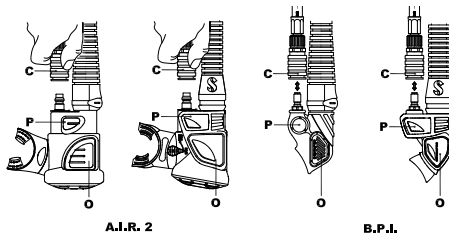

fig. 6
Inflatorul va permite sa va umflati vesta folosind aer din butelie. Furtunul LP infiletat intr-un port LP la treapta I a detentorului, si conectat la inflator prin conexiunea de cuplare rapida, aceasta din urma se poate face sub presiune sau fara. Cuplarea conexiunii de decuplare rapida (fig. 6 - C):
Pentru a umfla vesta apasati butonul de admisie a inflatorului (fig. 6-P). Aerul ar trebui sa intre in vesta. Pentru un control mai bun asupra umflarii vestei folositi jeturi scurte de aer prin apasarea si eliberarea butunului de admisie.
2. Continuatii sa expirati in mustiuc apasand totodata butonul de evacuare al inflatorului (fig. 6 - O).